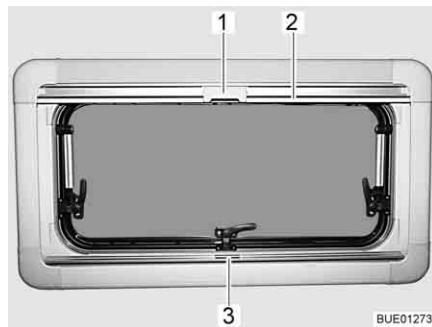

Bild 84 Överkantshängda fönster
Stänga: ■ Ta tag i mitten på plisségardinens list (Bild 84,3) och drag den nerifrån och uppåt och släpp den vid önskad höjd. Plisségardinen stannar på denna höjd.
Stänga: ■ Drag, med listen, (Bild 84,2) ner insektsnätet tills listen stöter mot plisségardinen (Bild 84,3).
■ Lås fast insektsnätets spärr (Bild 84,1) på plisségardinens list.
Öppna: ■ Tryck spärren (Bild 84,1) upptill på insektsnätet bakåt.
■ För långsamt tillbaka insektsnätet med listen (Bild 84,2).